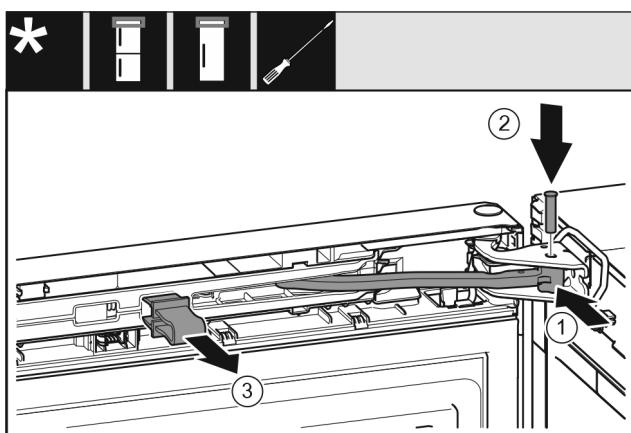

Fig. 56
- Gelenk Fig. 56 (1) in Lagerbock drehen.
- Bolzen Fig. 56 (2) in Lagerbock und Gelenk einsetzen. Dabei darauf achten, dass der Rastnocken korrekt in der Nut sitzt.
- Sicherung Fig. 56 (3) abnehmen.